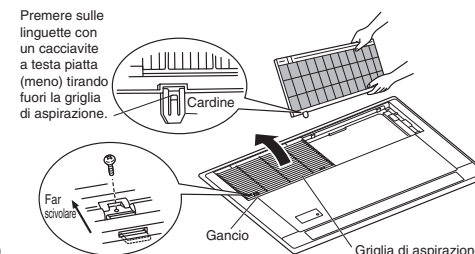

Fig. 7-1
- (1) Rimuovere le 2 viti che fissano ciascuna delle 2 griglie in posizione. (Fig. 7-1)
- (2) Far scivolare i ganci della griglia di aspirazione (2 punti) in direzione della freccia per aprire la griglia di aspirazione. (Fig. 7-1)
- (3) Quando la griglia di aspirazione è aperta, usare un cacciavite a testa piatta (meno) per premere sulle linguette della cerniera posteriore (2 punti), quindi rimuovere la griglia di aspirazione. (Fig. 7-1)